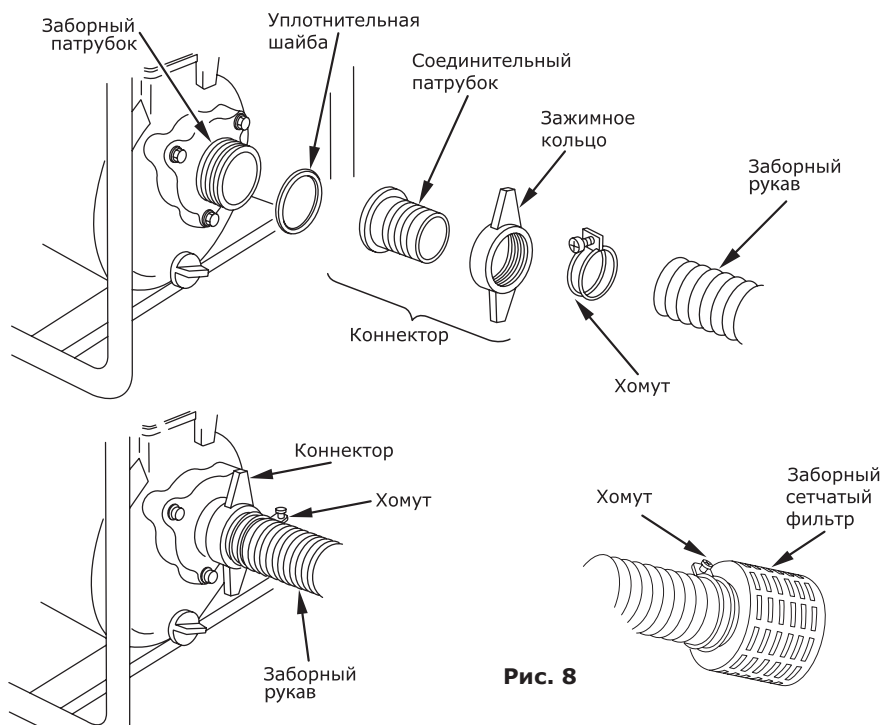

Рис. 8
- подсоедините заборный сетчатый фильтр к заборному рукаву при помощи хомута (рис. 8).